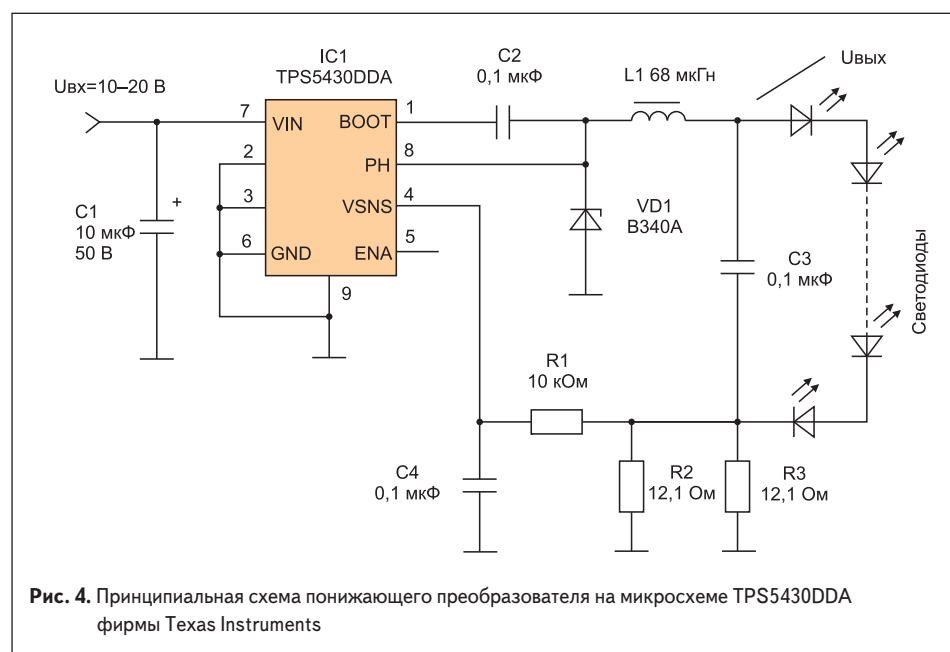

Рис. 4. Принципиальная схема понижающего преобразователя на микросхеме TPS5430DDA фирмы Texas Instruments
Если выходное напряжение меньше входного, то используются понижающие преобразователи. Типовая схема одного из них, выполненная на микросхеме TPS5430DDA фирмы Texas Instruments, приведена на рис. 4.
Когда находящийся внутри микросхемы ключевой транзистор открыт, ток протекает от входного источника через дроссель L1 на общий провод. Когда же транзистор закрывается, напряжение на выводе 1 микросхемы повышается до тех пор, пока не откроется стабилитрон VD1. После этого дроссель отдает запасенную энергию в выходной сглаживающий конденсатор C2 и линейку последовательно соединенных светодиодов. Как и в схеме, показанной на рис. 4, ток светодиодов создает падение напряжения на резисторе R1, которое подается на вывод обратной связи 3 (FB) микросхемы, что определяет время открытого и закрытого состояний внутреннего ключевого транзистора.